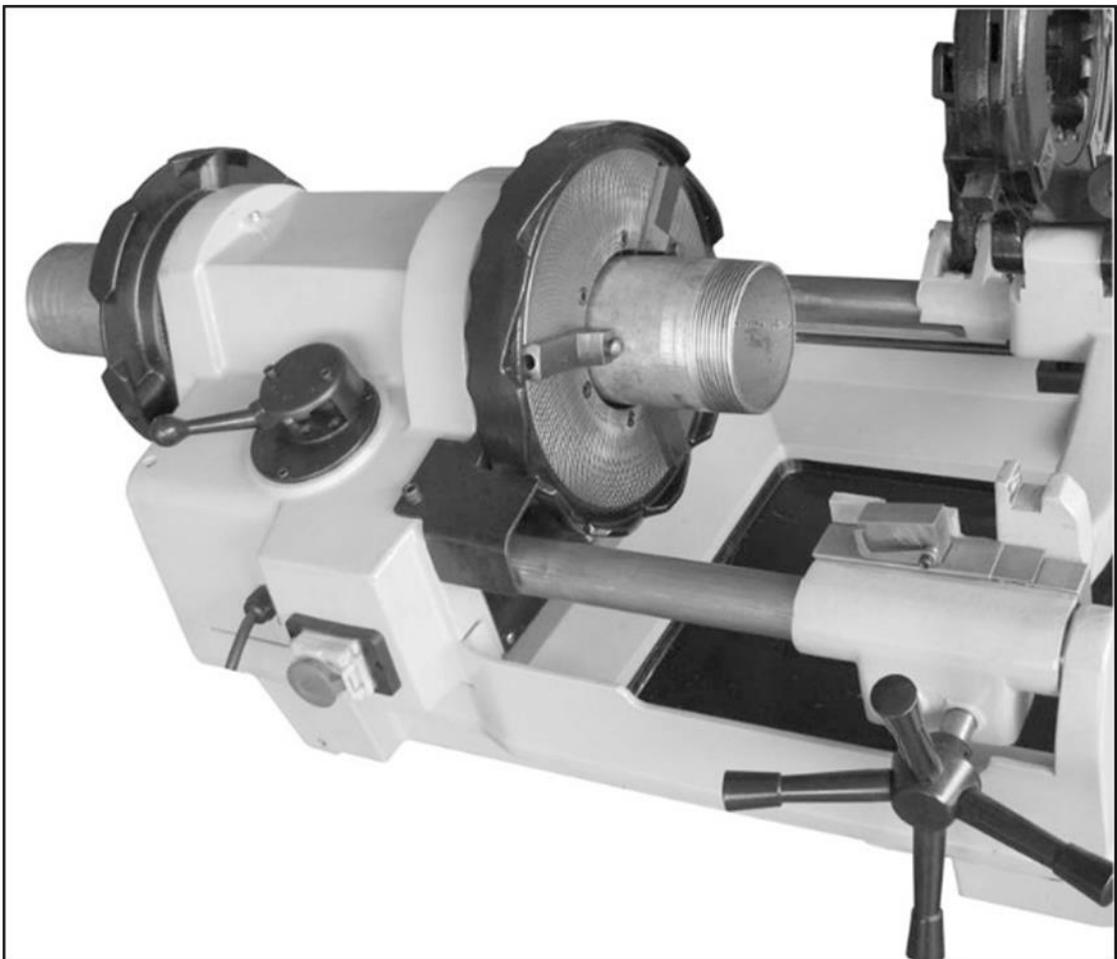

Рис. 1 Фиксация трубы
- Периодически проводите техническое обслуживание. Смазывайте станок (Рис. 1) и вовремя меняйте принадлежности в соответствии с инструкциями данного руководства, чтобы сделать работу со станком более безопасной.
3. Вставьте трубу в резьбонарезной станок так, чтобы конец, предназначенный для обработки, либо метка отреза трубы оказались на расстоянии 5 сантиметров от зажимов переднего зажимного патрона (Рис. 1).
2. Установите ручку переключения передач на 36 об/мин. (Рисунок 1).